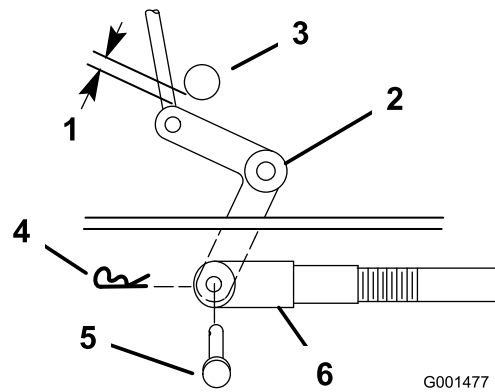
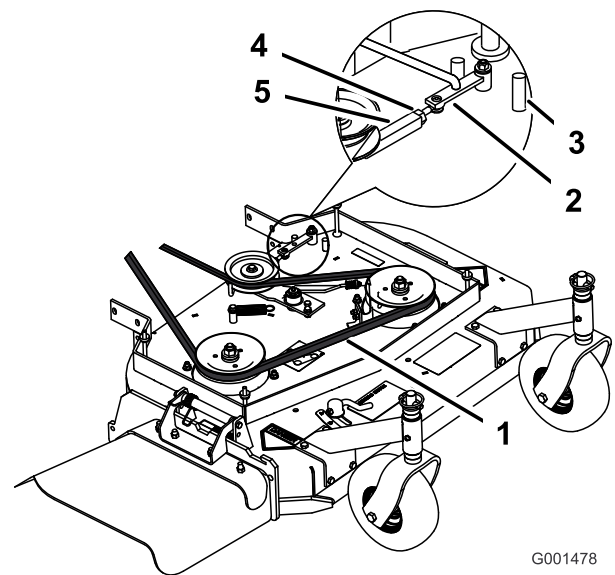
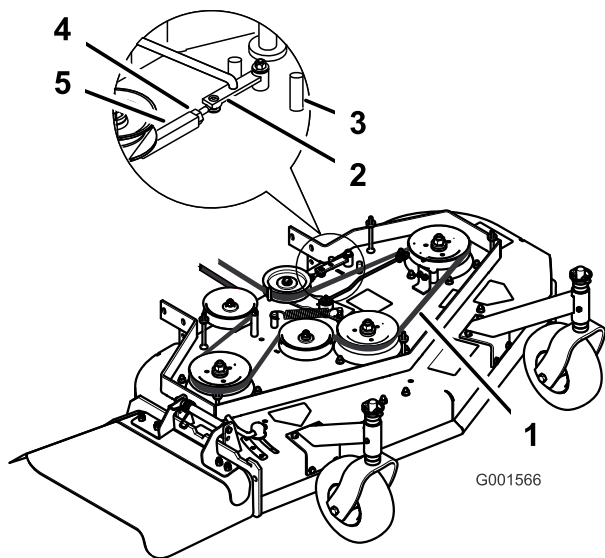

Figura 39
Figura 40
Figura 41
9. Compruebe la distancia entre la palanca acodada y el eje de salida de la transmisión (Figura 39).
10. Retire el pasador de horquilla y el pasador de seguridad de la palanca acodada (Figura 39).
11. Gire la horquilla en sentido horario para aumentar la distancia; gírela en sentido antihorario para reducirla (Figura 39).
Nota: Si el brazo no entra en contacto con el tope delantero de la carcasa de corte (Figura 40 o Figura 41), ajuste la horquilla para acercar la palanca acodada al eje de salida de la transmisión (Figura 39).